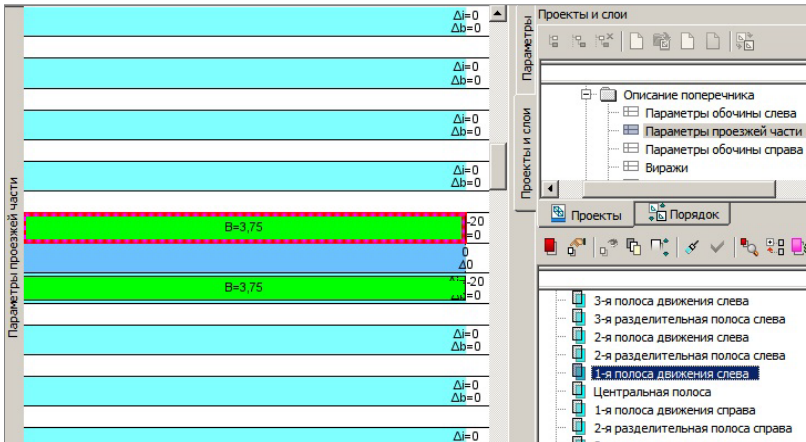

Рис. 13.2
1. В окне **Проекты** укажите курсором проект **Параметры проезжей части** (узел Описание поперечника) – графы сетки подтянутся в зону видимости (рис. 13.2).
Наличие и параметры дорожных полос в составе проезжей части скопированы из шаблона: две полосы движения шириной по **3,75** м с уклоном «**-20%**». Они записаны в графах как **1-я полоса движения слева/справа** от оси (рис. 13.2).